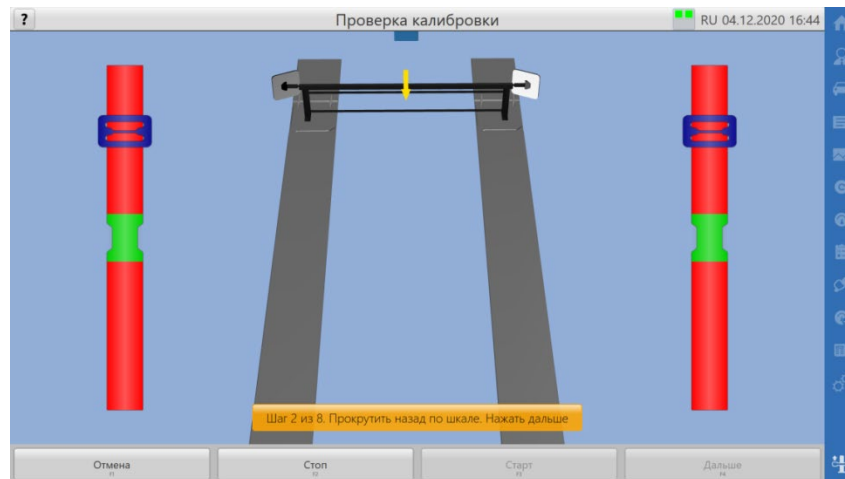

Рисунок 7.4.3 – Окно проверки с использованием калибровочного вала
- проверка калибровки калибровочным валом (доступно для исполнений 50640...50699), рисунок 7.4.3.